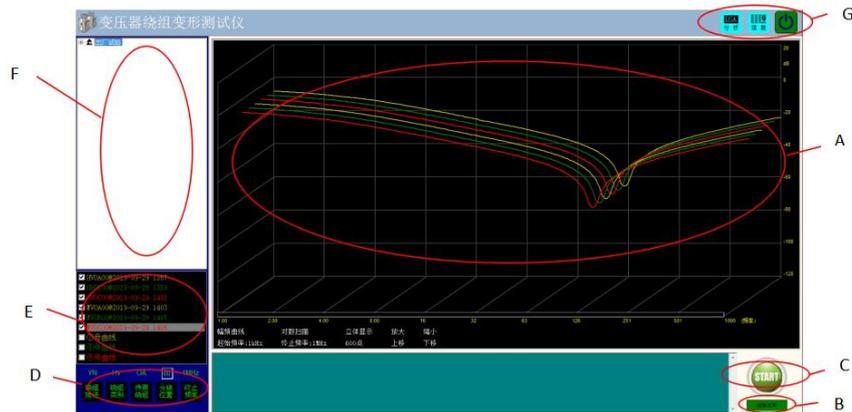

图 9 软件主界面
2) 启动过程完成后，进入标题为“变压器绕组变形测试仪”的主程序界面。（点击屏幕左上角的小图标, 便可切换至桌面。测试过程中请不要点击。）如图 9 所示。